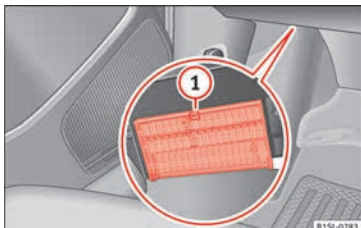

Abb. 82 Auf der Fahrerseite unter der Instrumententafel: Abdeckung des Sicherungskastens.
- **Öffnen:** Verriegelungshebel »» **Abb. 82** ① drücken, bis sich die Abdeckung öffnen lässt. Abdeckung nach unten aufklappen.
- **Schließen:** Abdeckung entgegen der Pfeilrichtung nach oben klappen, bis diese hörbar in den Verriegelungshebel ① einrastet.